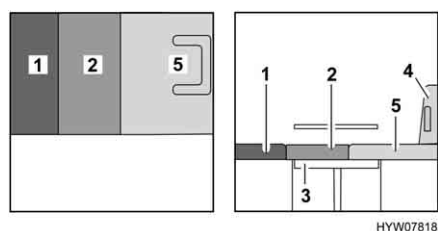

Fig. 108 Dopo la trasformazione
- Tirare il cuscino del divano (Fig. 108,2) in avanti.
- Posizionare il cuscino dello schienale (Fig. 108,1) tra il cuscino del divano e la parete posteriore.
- Posizionare il cuscino aggiuntivo (Fig. 108,5) sul sedile del conducente.
- Se necessario, spingere il sedile del conducente (Fig. 108,4) nuovamente all'indietro.